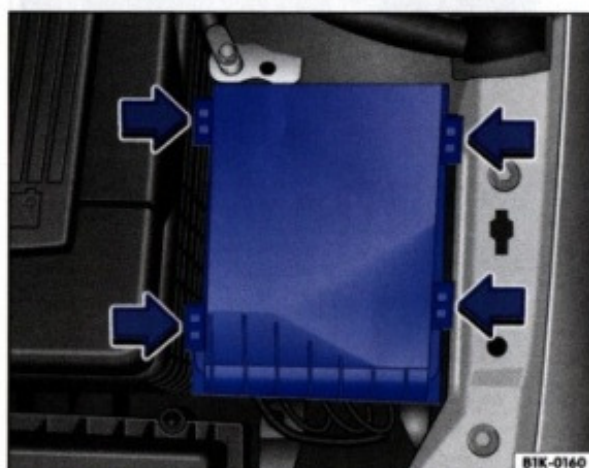

Fig. 29 În compartimentul motorului: Capacul cutiei de siguranțe B
– Apăsați elementele laterale ⇒ fig. 29 (săgețile), pentru a debloca capacul cutiei de siguranțe.